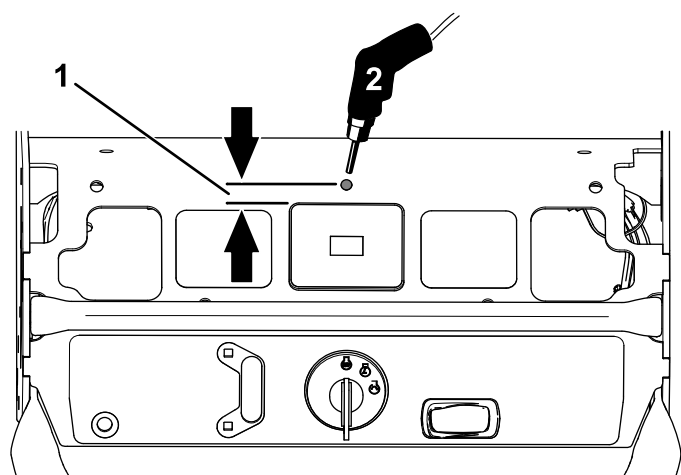

Figur 6
5. Koble kontakten i vippebryterkontakten (Figur 6).